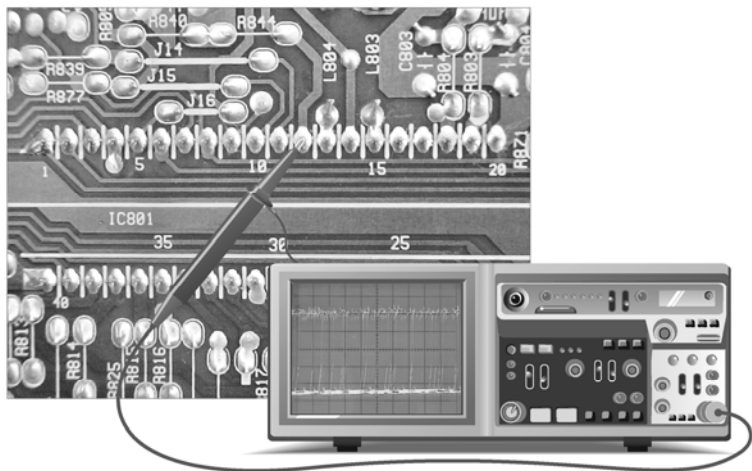

图 4-8 检测微处理器⑫脚的串行数据信号
将示波器的探头放到 MTV112MN32 ⑫脚的焊点上,对微处理器的串行数据信号进行检测,具体操作及信号波形如图 4-8 所示。